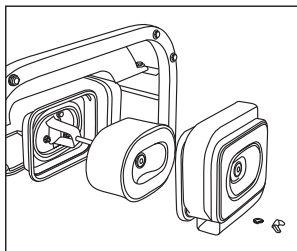

Рис. 14
1. Откройте крышку воздушного фильтра (рис. 14).